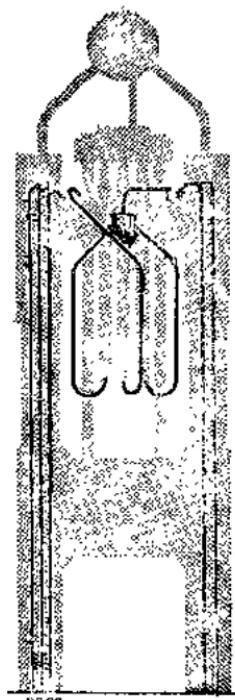

图 21
i. 在水压机一个侧面的左边立柱旁，固定两根 $\phi 8$ 毫米，一根 $\phi 2$ 毫米涂红的铁丝，如图 21 所示，作为高压管。铁丝由底板下面穿出直到绕过立柱上螺帽穿入顶板内部（真件与工作缸有连接）；另外，在同侧右边立柱旁，再用一根 $\phi 2$ ，一根 $\phi 3$ 涂红铁丝由底板穿出，直到绕过右立柱上螺帽，穿入顶板。五根高压管的排列是细的两根在最两旁；另外，用小木块如图 21 所示做两个三通管节（序号 31），管节也涂红色，固定在小横
ii. 再用 $\phi 2$ 涂红铁丝 8 根，如图 21 和 22，分别连接水压机两个侧面的提升缸、平衡缸、三通管节等，图 21 的连接法属有五根高压管的一侧；图 22 所示的接法在另一侧。
人梯及护罩（图 23）装在有两根高压管的旁边（参考图 21），由离底板 10 毫米直至立柱上螺帽。这梯子通向平台（图 24），平台底高度在离立柱上螺帽下边 2 毫米处。平台位在小横梁外边，水平方向处于两个立柱上螺帽之间，旁边有扶栏；水压机另一侧有平台，但无人梯。
iii. 高压、低压管的管节可按照相和图 21、22 所示的黑点地位做上去，增加逼真感。